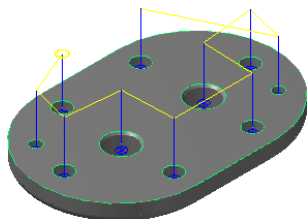

图 16.11 刀具路径
(2) 设置刀具号码。在“定义刀具-机床群组-1”对话框的 **刀具号码** 文本框中, 将原有的数值改为 3。
(3) 设置刀具的加工参数。单击 **参数** 选项卡, 在 **进给率** 文本框中输入值 100.0, 在 **下刀速率** 文本框中输入值 50.0, 在 **进给率** 文本框中输入值 500.0, 在 **主轴转速** 文本框中输入值 1000.0。
(4) 设置冷却方式。在 **参数** 选项卡中单击 **Coolant...** 按钮, 系统弹出“Coolant...”对话框, 在 **Flood** (切削液) 下拉列表中选择 **On** 选项。单击该对话框中的 按钮, 关闭“Coolant...”对话框。
(5) 单击“定义刀具-机床群组-1”对话框中的 按钮, 完成刀具参数的设置。
Step6. 设置加工参数。在“2D 刀具路径-钻孔/全圆铣削 深孔钻-无啄孔”对话框的左侧节点列表中单击 **共同参数** 节点, 在 **深度...** 文本框中输入值 -11.0。单击“2D 刀具路径-钻孔/全圆铣削 深孔钻-无啄孔”对话框中的 按钮, 完成加工参数的设置, 此时系统将自动生成图 16.11 所示的刀具路径。